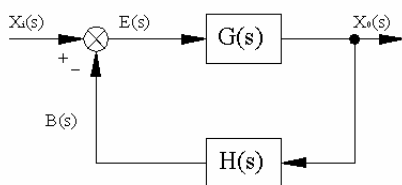

图 8.1 自动控制系统方块图
本案例绘制的是一个自动控制系统方块图（反馈系统），如图 8.1 所示。主要介绍了 MTEXT 命令的使用和箭头的画法。
(7) 使用 MTEXT 命令输入文字（具体操作参照案例 7）。得到最后的效果（图 8.1）。